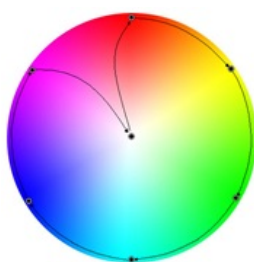

Figura 13. Variación de color
- “[C] **Color RGB**”: objeto de tres bytes que permitirá establecer directamente la luminosidad de cada componente (entre 0 y 255). Así, el primer byte indicará la luminosidad del canal rojo (R), el segundo byte la del canal verde (G) y el tercer byte la del canal azul (B).
- “[C] **Variación de color**”: objetos homónimos de uno y cuatro bits que permiten iniciar o interrumpir la secuencia de barrido de color (Figura 13).